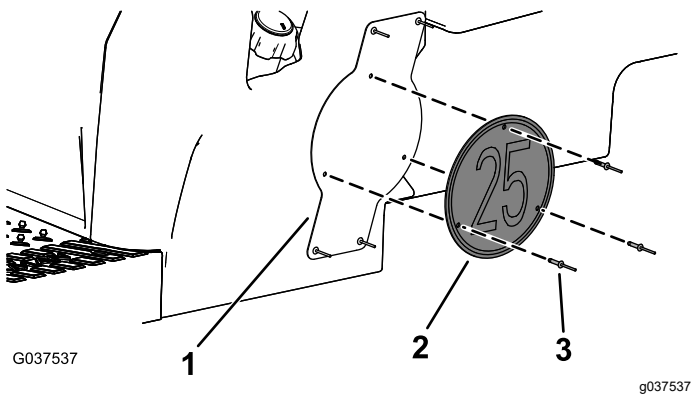

Bild 12
8. Befestigen Sie das Geschwindigkeitsschild an der Geschwindigkeitsschildhalterung mit drei Blindnieten (3/16" x 15/16"), wie in Bild 12 abgebildet.